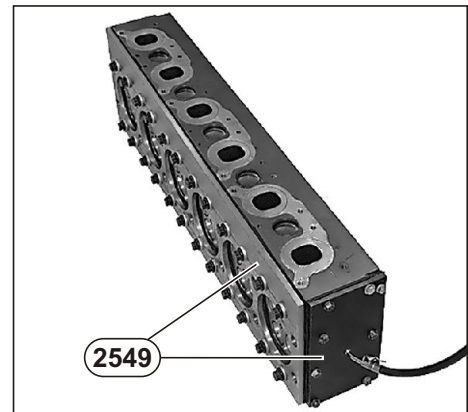

Рис. 57. Проверка головки блока цилиндров на герметичность.
2. Проконтролировать герметичность головки блока цилиндров перед установкой. Присоединить приспособление 2549 с давлением воздуха в 6 бар, погрузить головку в горячую воду (80° С) и убедиться в отсутствии пузырьков (см. Рис. 57).